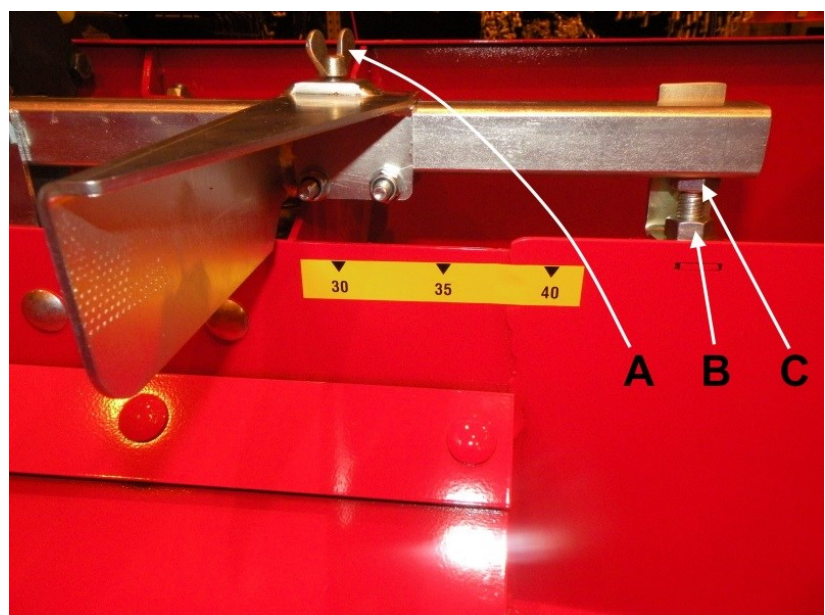

Bild 22. Justering av vedens längd
2. Lossa spännskruv A på mätplattan och flytta mätplattans framkant till den önskade punkten och dra åt (bild 22).